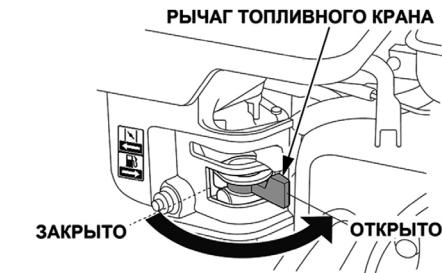

Рис. 9 Топливный кран открыт
- Откройте топливный кран. Для этого рычаг топливного крана (Рис. 9) установите в крайнее правое положение.